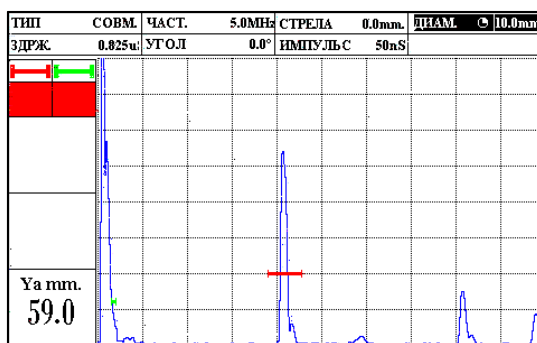

Рисунок 2.13 – Установка диаметра пьезопластины
- Диаметр пьезопластины «ДИАМ.» (рис. 2.13), для прямоугольных пьезопластин необходимо указать диаметр, соответствующий площади пьезопластины: $d = 2\sqrt{\frac{S}{\pi}}$. Этот параметр необходим для постройки АРД диаграм (см. п. 2.4.10).